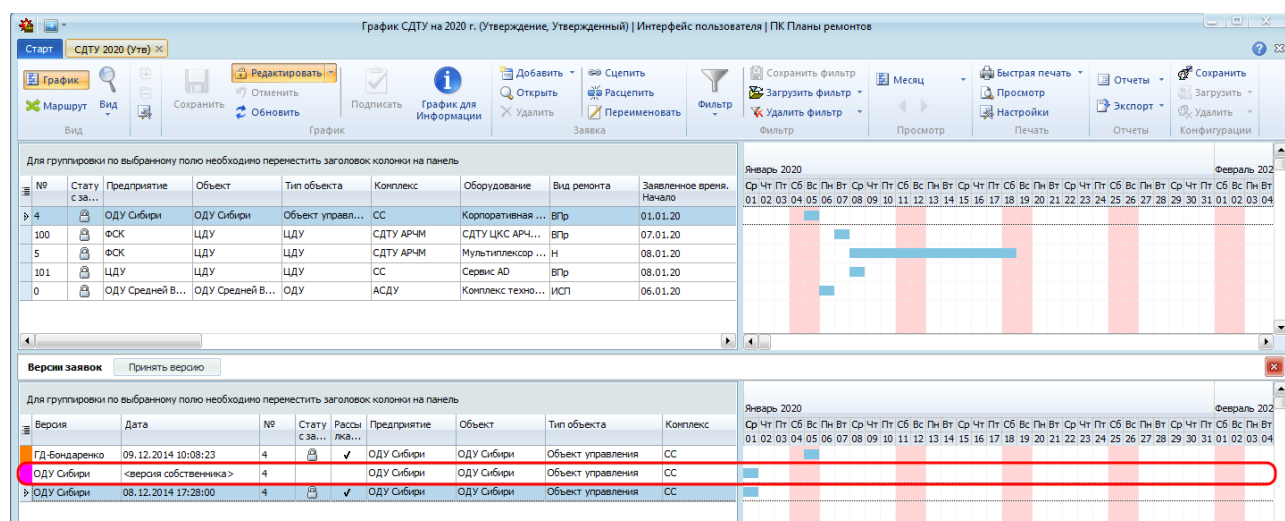

Рисунок 10.136 – Версия собственника
- актуальная версия собственника из входящего графика отображается с розовым индикатором «» (Рисунок 10.136);